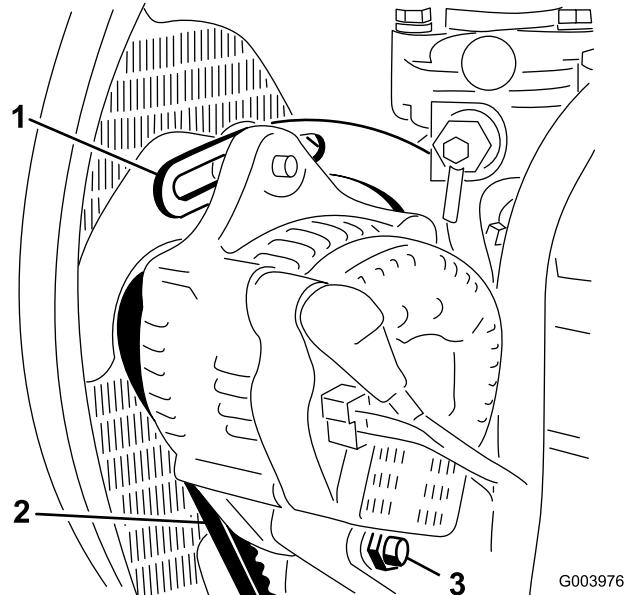

图54
2. 检查交流发电机皮带张紧力的方法：使用 10kg 的力按压交流发电机和曲轴箱皮带轮之间的皮带（图 54）中间位置。
3. 松开将皮带环形支架固定到发动机（图54）的螺栓，以及将交流发电机固定到皮带环形支架上的螺栓和枢轴螺栓。